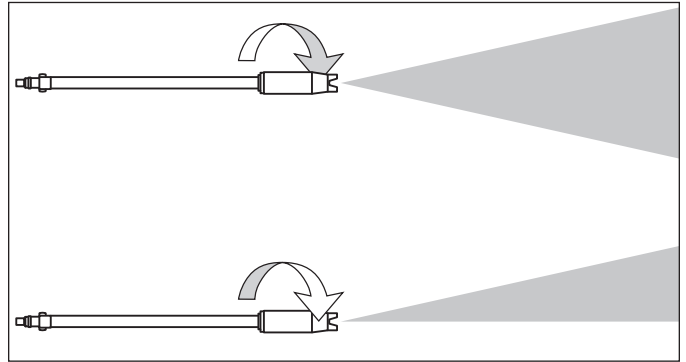

Figura 6 – Ajuste de pulverización
4. Refiérase al manual del producto para el funcionamiento, la limpieza de la superficie, y cómo evitar daños a las superficies y otros asuntos. Vea la Figura 6.